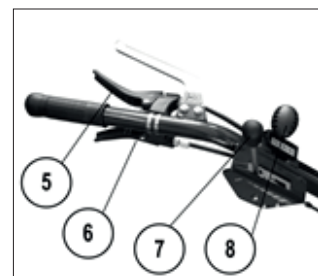

Abbildung 7-6: Holm, linke Seite
- Der Hebel Nr. 7 (Abbildung 7-6) sich nicht in der Neutralposition oder am hinteren Ende befindet.
Nachdem der Antriebszuschalthebel 7 (Abbildung 7-6) in die Stopp-Position gebracht wurde, neigt die Maschine dazu, sich zu bewegen: